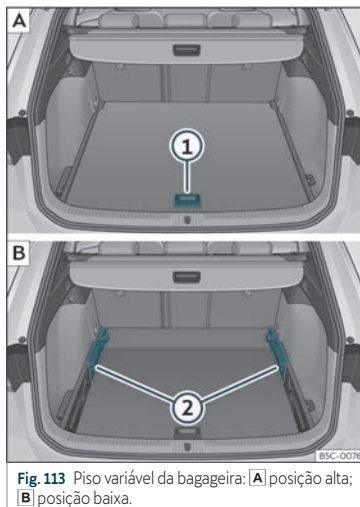

Fig. 113 Piso variável da bagageira: **A**) posição alta; **B**) posição baixa.
- Para passar da posição baixa para a alta, levante o piso pela pega >>> **Fig. 113** **1**, puxe-o para trás até que a parte dianteira do piso baixe totalmente os suportes >>> **Fig. 113** **2**.
- Para passar da posição alta para a baixa, levante o piso pela pega >>> **Fig. 113** **1**, puxe-o para trás até que a parte dianteira do piso baixe totalmente os suportes >>> **Fig. 113** **2**.
- Com o piso variável na posição alta, levante pela pega»» Fig. 113 ①, puxe-o e empurre para o encosto dos bancos traseiros até que o piso dobre pela linha da dobradiça e a parte móvel do piso assente sobre o mesmo.